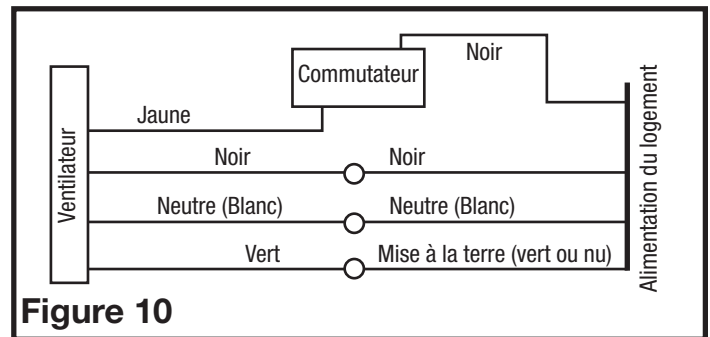

Figure 10
5. Pour les ventilateurs à deux vitesses, raccordés pour une ventilation continue, connectez le fil blanc du ventilateur au fil blanc (neutre) de la source d'alimentation. Connectez le fil de terre de la maison au fil vert du boîtier du ventilateur. Connectez le fil noir du ventilateur au fil noir (chaud) de la source d'alimentation. Le ventilateur fonctionnera à faible vitesse, en continu, et augmentera à haute vitesse sur une hausse de l'humidité. Utilisez un interrupteur à terre pour relier le fil noir de la source d'alimentation au côté de l'entrée. Connectez le fil jaune du ventilateur à l'autre côté. Fermer l'interrupteur changera la vitesse de normale à haute vitesse. Un interrupteur à commande manuelle (non inclus) peut être utilisé pour éteindre manuellement le ventilateur (Figure 10).
6. Pour les ventilateurs à deux vitesses, raccordés pour une ventilation continue, connectez le fil blanc du ventilateur au fil blanc (neutre) de la source d'alimentation. Connectez le fil de terre de la maison au fil vert du boîtier du ventilateur. Connectez le fil noir du ventilateur au fil noir (chaud) de la source d'alimentation. Le ventilateur fonctionnera à faible vitesse, en continu, et augmentera à haute vitesse sur une hausse de l'humidité ou un mouvement est détecté. Utilisez un interrupteur à terre pour relier le fil noir de la source d'alimentation au côté de l'entrée. Connectez le fil jaune du ventilateur à l'autre côté. Fermer l'interrupteur changera la vitesse de normale à haute vitesse. Un interrupteur à commande manuelle (non inclus) peut être utilisé pour éteindre manuellement le ventilateur (Figure 10).